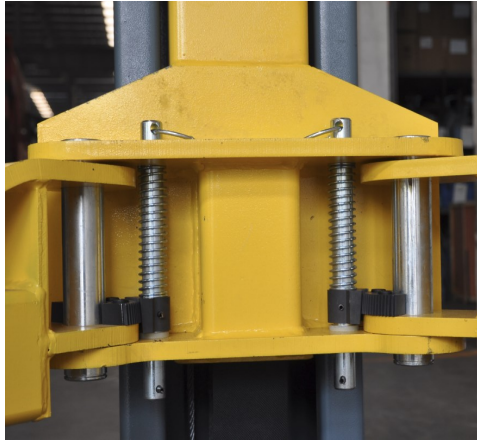

Abb. 37
- ◆ Drücken Sie den Aufwärts-Druckknopf, heben Sie die Wagen auf eine Höhe von etwa 70 cm über dem Boden an und drücken Sie dann den Verriegelungs-Druckknopf. **Stellen Sie den Hauptschalter (IG) auf Position 0 und unterbrechen Sie die Stromversorgung des Lifts.**
- ◆ Befestigen Sie die Arme in den Schlittenstützen und stecken Sie die Passstifte in die Stützlöcher, wie in gezeigt **Abb. 37**. Beachten Sie, dass der Einstieg beider Arme mit dem Einstieg des Fahrzeugs identisch ist.